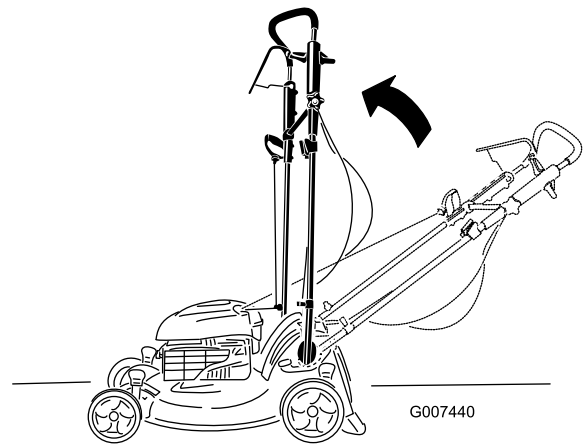

Figure 58
2. Amenez le guidon à la position verticale (Figure 58).